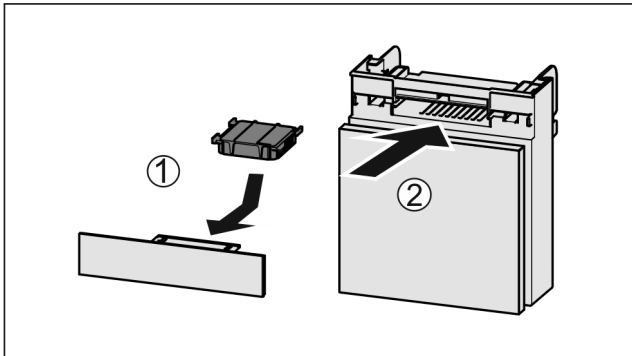

Fig. 39
- ▶ Вставити фільтр з активованого вугілля за малюнком Fig. 39 (1).
- ▶ Вставити відділення Fig. 39 (2).